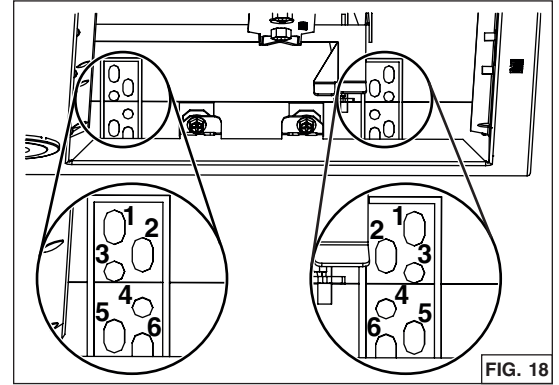

FIG. 18
3. Lever la hotte jusqu'à ce que son rebord s'appuie sur la base de l'armoire. Fixer la hotte à l'armoire à l'aide de 4 vis à bois n° 8 x 5/8 po incluses dans le sac de pièces (2 vis par côté). Utiliser les trous supérieurs ou inférieurs (1, 2, 3, 4, 5 ou 6) (FIG. 18).